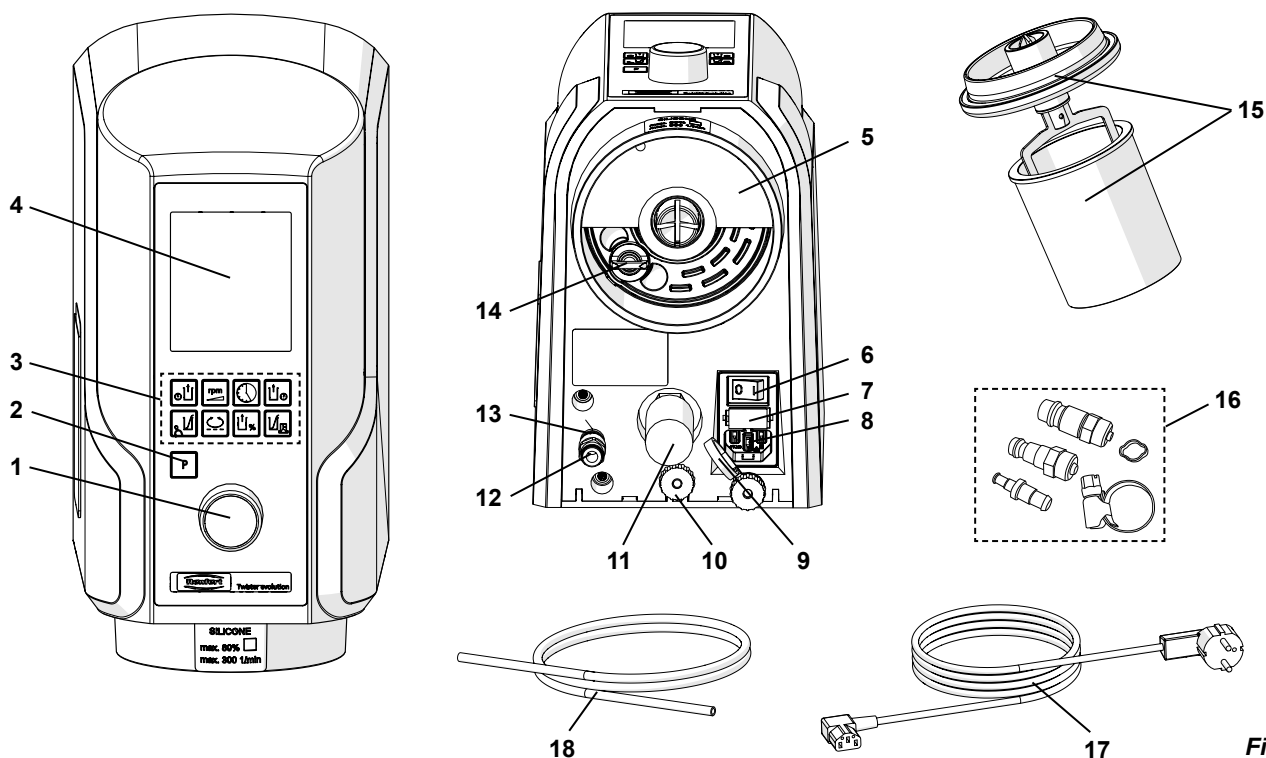

Fig. 1
- ⇒ Introducir la manguera de aire comprimido (18) hasta el tope de la toma de la manguera de aire comprimido (12), superando para ello perceptiblemente una ligera resistencia.
- ⇒ Para la conexión a la red de tubería de aire comprimido, elija primero la apropiada pieza de empalme incluida en el juego adjunto (16, Fig. 1) y fíjela a continuación en el extremo del tubo flexible.